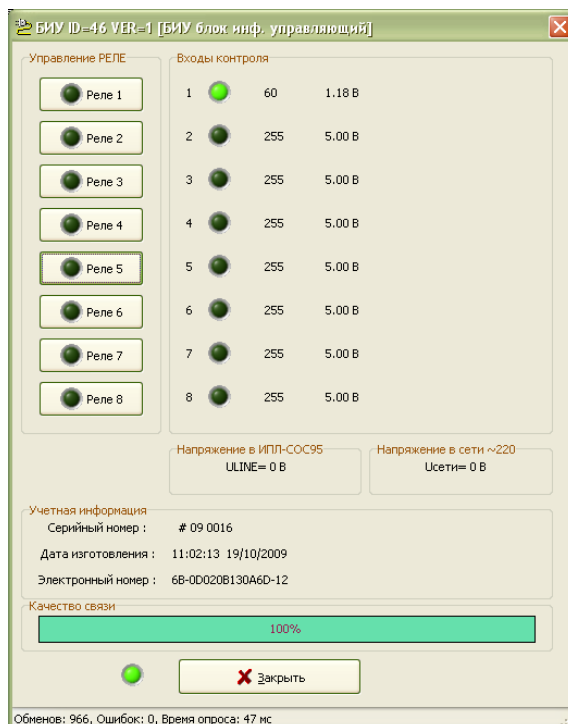

Рисунок 16 - Контроль входных сигналов
- 3) Выбрать найденный БИУ-DIN в таблице устройств и нажать кнопку «Тест». Откроется окно с параметрами блока (рисунок 16).